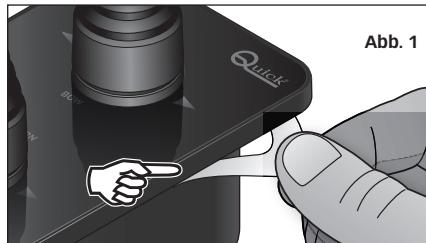

Abb. 1
- (Abb. 1) Das Schutzpapier von der Klebedichtung abziehen und dabei vermeiden, den klebenden Teil mit den Fingern zu berühren.